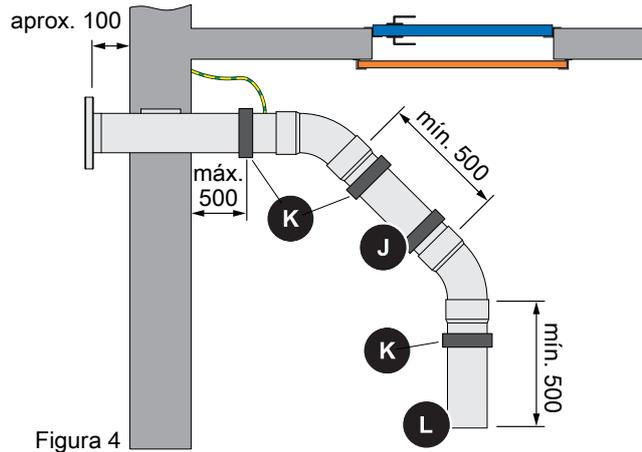

Figura 4
- Empotre en hormigón o emparede los acoplamientos de llenado a una distancia de aproximadamente 100 mm respecto a la pared (figura 4), asegurándose de colocar la protección contra torsión en la pared.
### Alargamiento y fijación de los acoplamientos de llenado (figura 4)